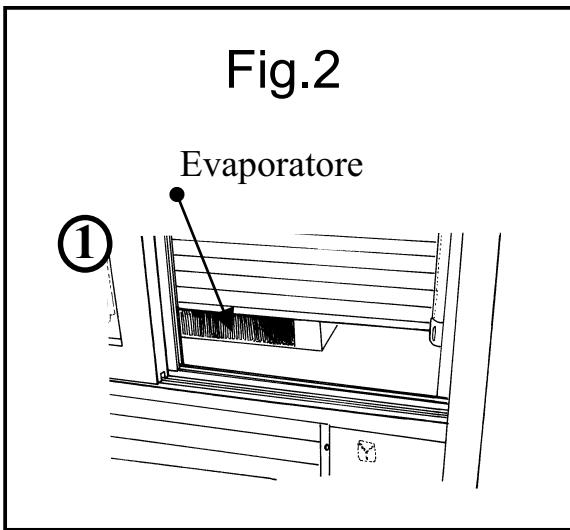

Fig.2
2. PULIZIA DELL'EVAPORATORE (Vedi Fig.2)
2. CLEANING THE EVAPORATOR (see fig. 2)
2. REINIGUNG DES VERDAMPFERS (siehe Abbildung 2)